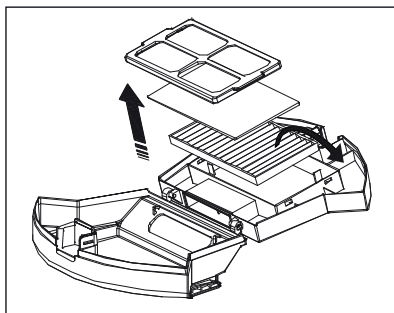

Fig. 10
- 4) Hold i de to flapper på sigtefilteret, og tag det ud af EPA-filterets **7** rum. Tag EPA-filteret **7** og skumfilteret ud af rummet ved at holde på flappen (se fig. 10).